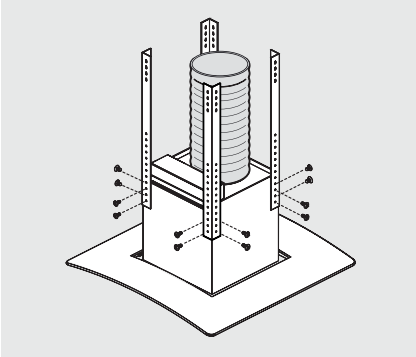

Figura 7.
6. Instale y asegure los 4 soportes de ajuste de altura al chasis de la campana, usando 16 tornillos M4X8. Estos soportes están diseñados para ubicar la campana a la altura requerida. (Ver Figura 7).